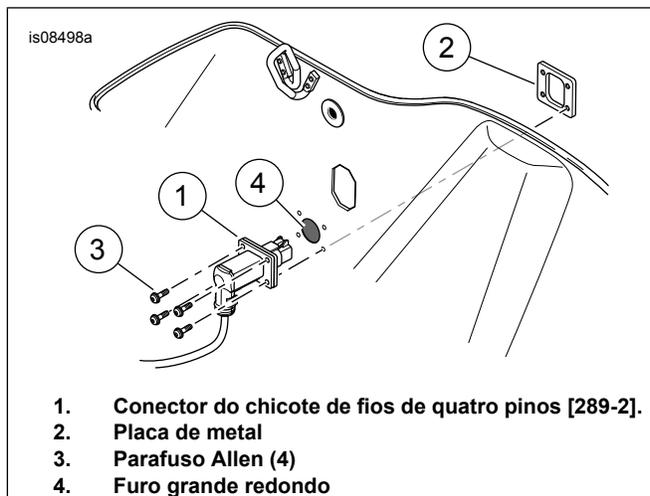

Figura 3. Instalação do conector de quatro pinos do chicote de fios
1. Veja Figura 3. Remova a placa de metal (2) do conector de anteparo de quatro pinos (1) no chicote de fios do alforje. Insira o conector através do furo do alforje pelo lado de dentro.
2. Deslize a placa de metal novamente sobre o conector fora do alforje. Fixe o conector com os quatro parafusos Allen (3) pelo **lado de dentro** do alforje. Aperte.